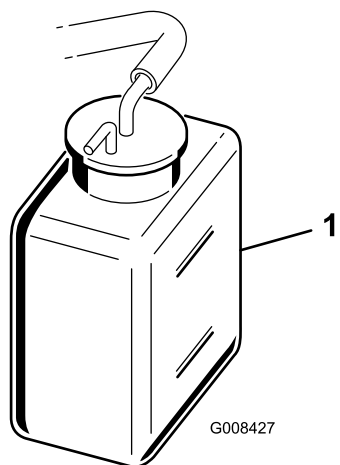

Figura 50
2. Verifique o nível do líquido de arrefecimento do motor (Figura 49 e Figura 50).